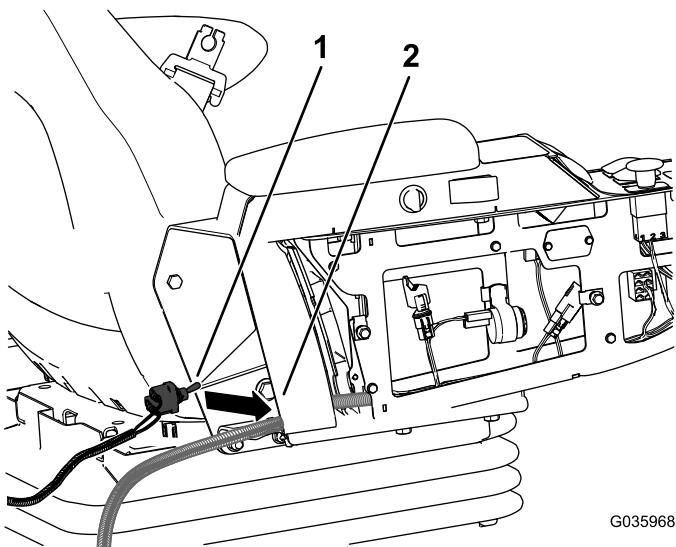

図 19
6. ワイヤハーネスとスイッチ部分、センターコンソールの後部に導く図 19。